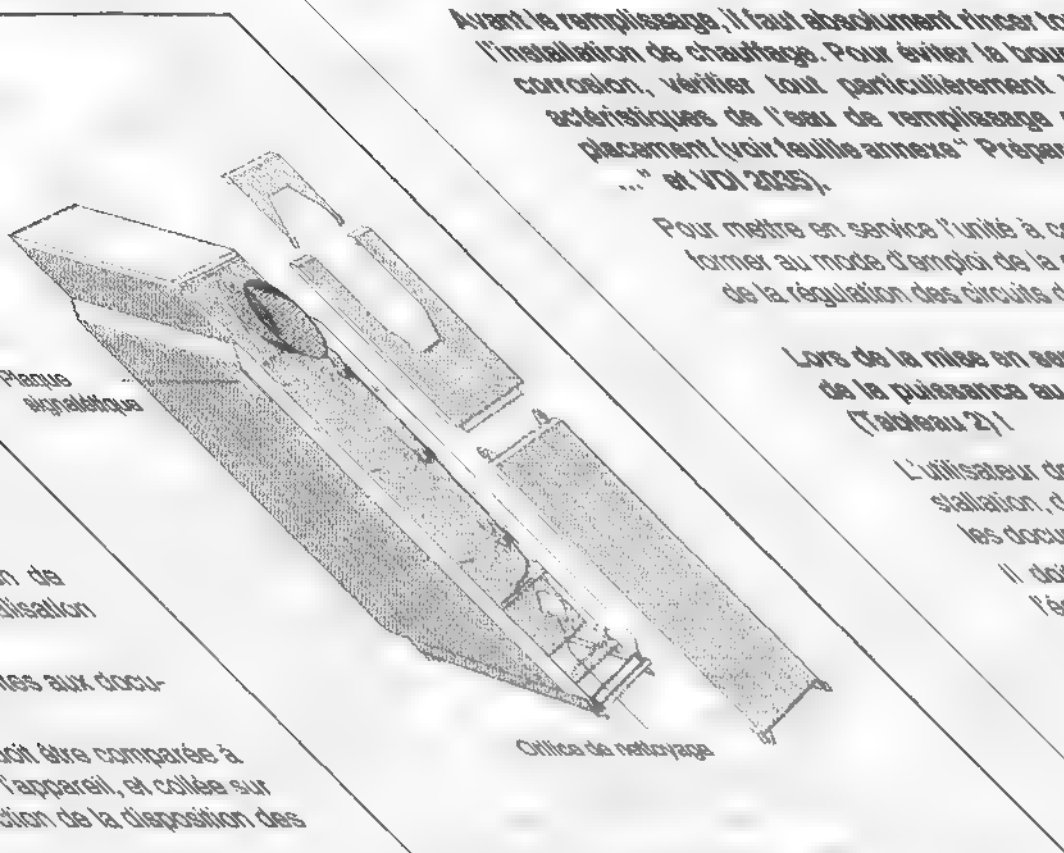

Fig. 32 Schéma de principe
- 2 Débrancher le tuyau d'évacuation et le tuyau de la pompe du réservoir à granulat (fig. 32)